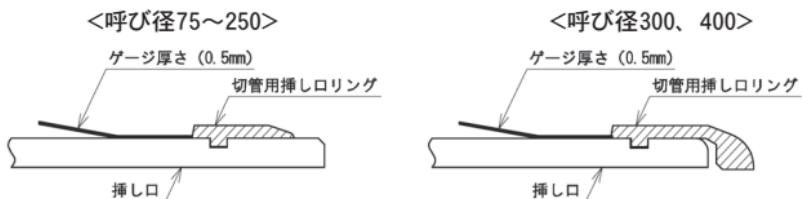

図77 挿し口外面からの浮き量チェック
③ 切管用挿し口リングが浮き上がっていなことを、切管用挿し口リングと挿し口外面との間に0.5mmの隙間ゲージが全周にわたって入らないことにより確認する(図77)。ゲージが入る場合はシャコ万力を取り外し②の作業を再度行う。
⑥ 全てのシャコ万力を取り外す。
⑦ 再度、切管用挿し口リングが浮いていないことを、切管用挿し口リングと挿し口外面との間に0.5mmの隙間ゲージが全周にわたって入らないことにより確認する(図77参照)。